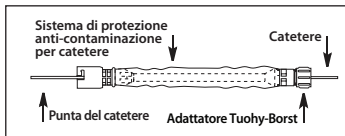

Figura 2
- a. Se si utilizza un sistema di protezione anti-contaminazione per catetere con adattatore Tuohy-Borst (se fornito in dotazione), inserire la punta del catetere prescelto nell'estremità dell'adattatore Tuohy-Borst del sistema. Far avanzare il catetere nella cannula e nell'hub sull'altra estremità (vedere Figura 2).